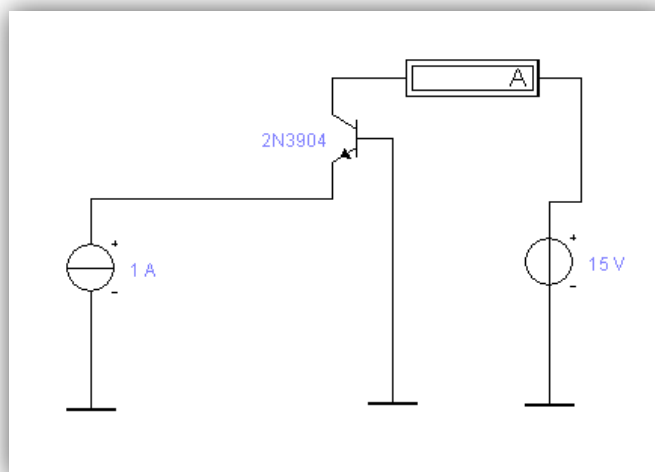

Рисунок 4 – Схема для снятия выходной характеристики транзистора с общей базой
2. Снимите выходные характеристики транзистора для схемы с общей базой (рисунок 4.) и заполните таблицу 4.